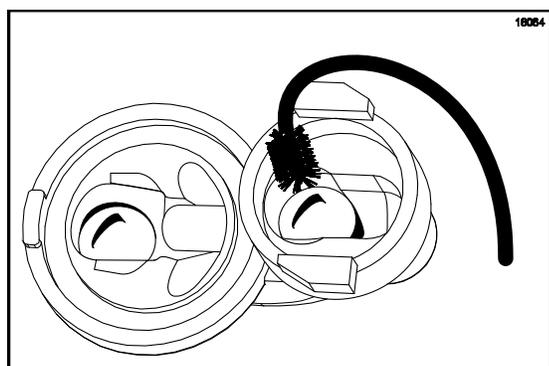

図83
5. アウトレットバルブの上側に黒いブラシを差し込みます。スチールボール周辺を中心によくブラシ洗浄します(図83を参照)。